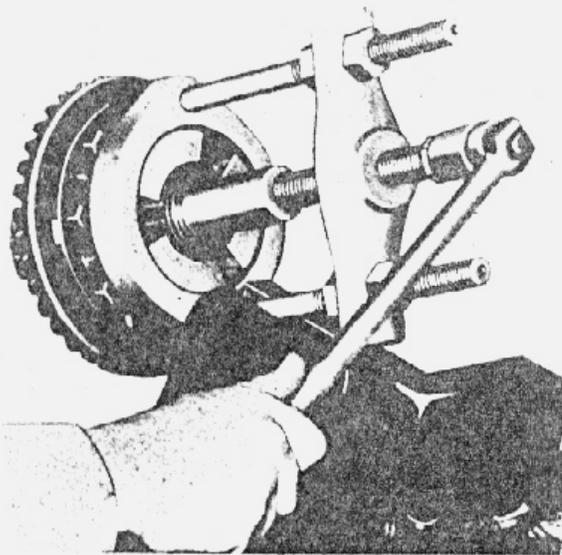

fig. 11 — remoção dos rolamentos laterais
4. Remover os rolamentos laterais com auxílio da ferramenta W-104-B, ilustrada na fig. 11. Ao remover os rolamentos laterais serão removidos também os calços de ajuste da pré-carga dos rolamentos e da folga entre dentes da coroa e pinhão.